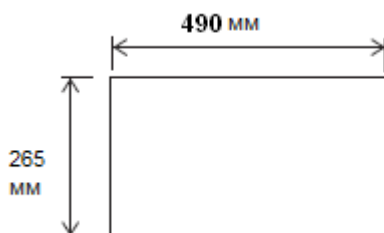

Рис. 2
3. Просверлите отверстие в шкафу шириной 490 x 265(мм) для модели 52см. Убедитесь, что расстояние между краем отверстия и краем шкафа составляет не менее 35 мм. Установите корпус вытяжки в шкаф и закрепите его 8 винтами. См. рис.2.